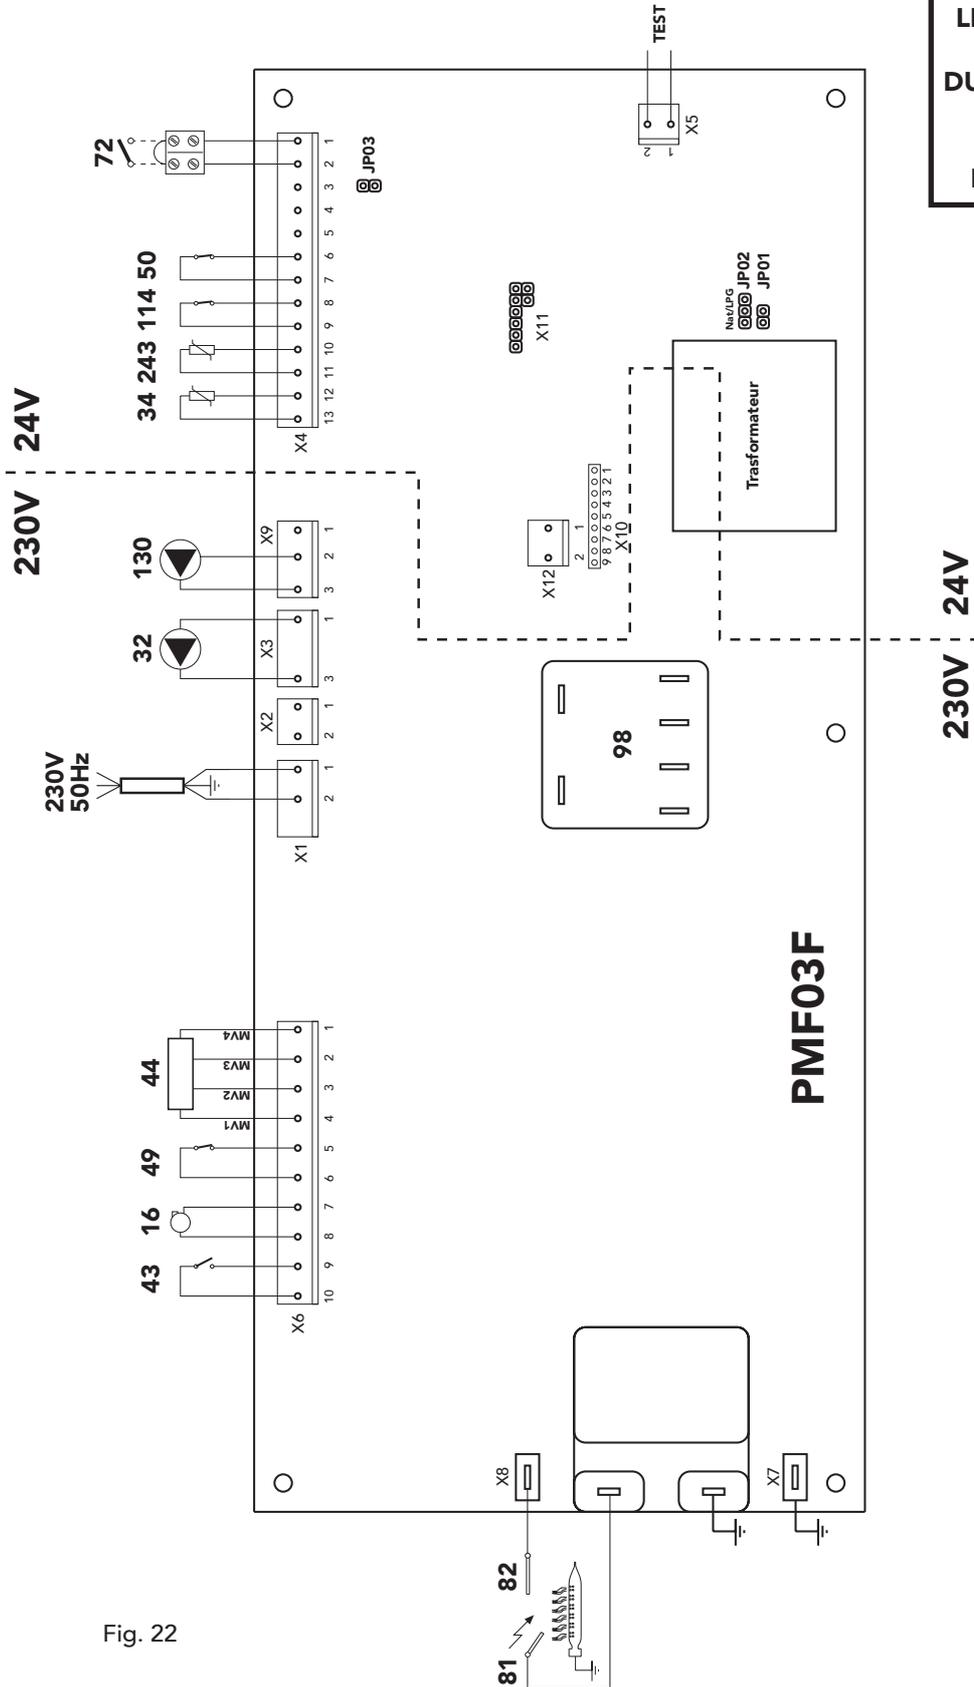

Fig. 22
Ouvrir le couvercle du fond du boîtier électrique et retirer le shunt entre les bornes «4-5». Brancher le thermostat (72) comme cela est indiqué sur la figure 22.